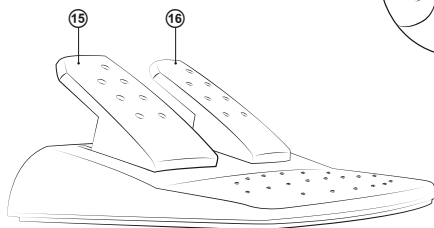

Рис. 3. Блок педалей
- Подключите к устройству блок педалей (рис. 3) с помощью встроенного в блок кабеля к разъему RJ-11 (13), а потом подключите само устройство кабелем USB (14) к свободному порту USB компьютера.